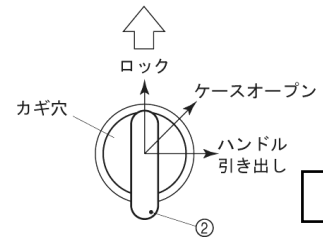

図2
1-2. ②キーを右 (時計方向) に回し、ケースオープン位置に合わせます。(図2参照)
(図2参照)